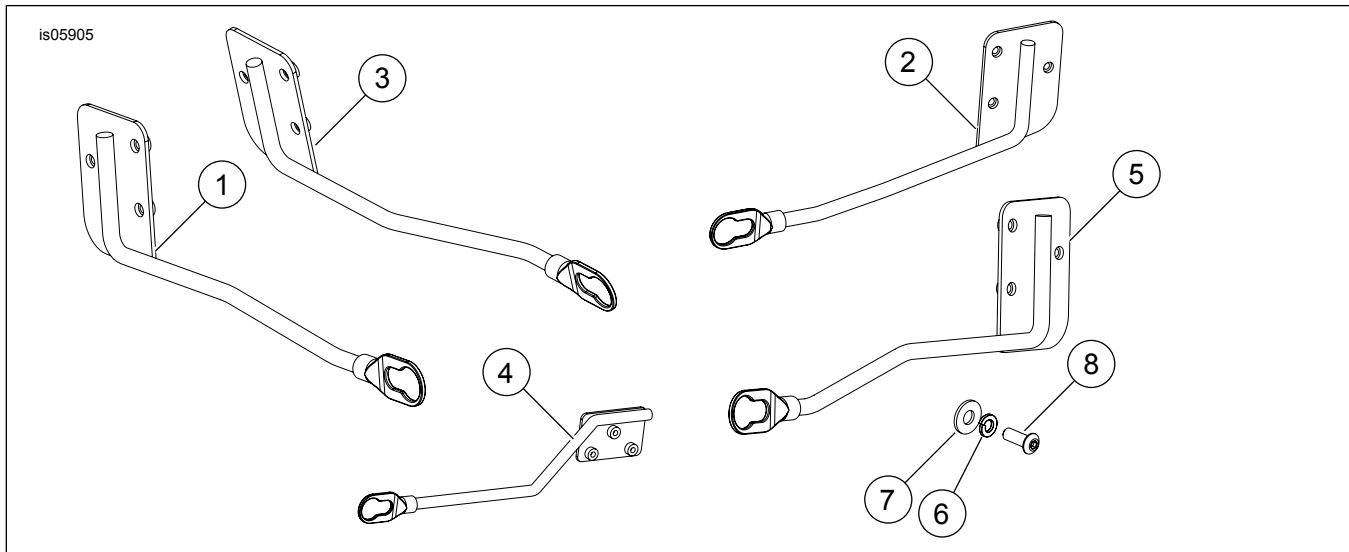

Figura 1. Peças de reposição: kits de suporte inferior para alforje removível
Veja a Figura 1 e a Tabela 2.
1. Veja a Figura 1. Instale o suporte de apoio inferior (1, 2, 3, 4 ou 5), as arruelas de pressão (6), as arruelas (7) e os parafusos (8). Não aperte totalmente.